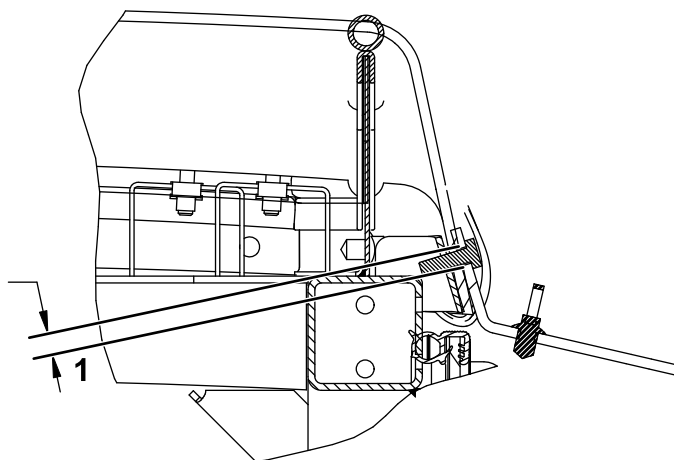

Figura 4
1. Praticate un foro di $\frac{3}{8}$ " nella parte posteriore del tetto (Figura 4).